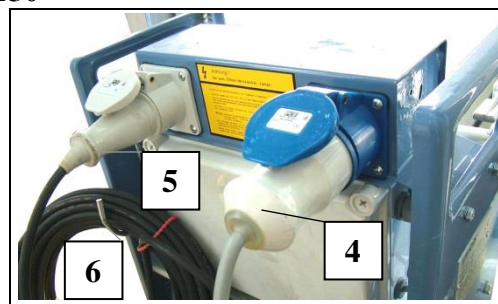

Fig. 32 Fișă ștecăr troliu
- Cablul rămas se rulează cu grijă și se atârână în cârlig (Fig. 32 poz. 6). - altfel există pericol de accidentare rămânând agățat sau se poate deteriora cablul.